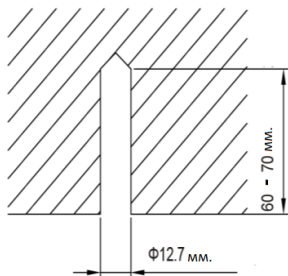

Рис. 4.2
(1) Вкрутить в потолок анкерные болты; монтажная позиция должна быть достаточно прочной и выдерживать массу блока. Положения болтов отмечаются по монтажному шаблону. Сверлом по бетону просверлить отверстия диаметром 12,7 мм (рис. 4.2).